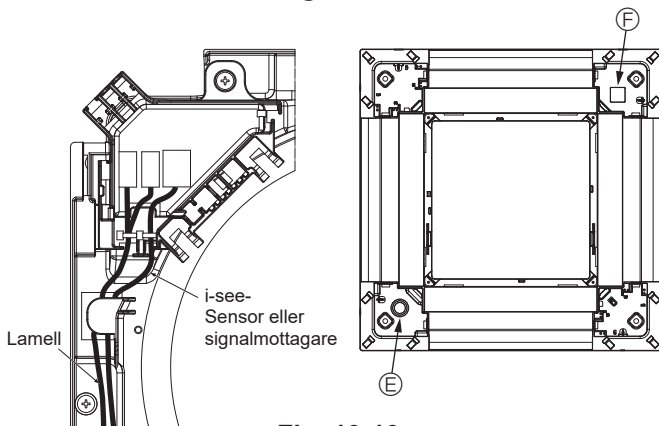

Fig. 10-13
- Dra i-see-Sensorns och signalmottagarens ledningar som visas i Fig. 10-13.